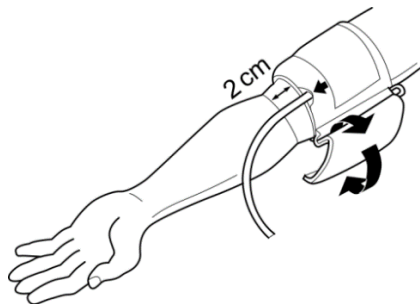

Abb. 8: Richtige Position der Blutdruckmanschette
5. Bringen Sie die Blutdruckmanschette in die richtige Position (siehe Abb. 8):